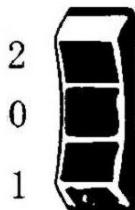

fig. 1
4.4. Réglage de la température. La température désirée peut être réglée avec l'interrupteur (fig. 1). La température idéale doit d'abord être vérifiée en effectuant un test. Vous devriez donc commencer par un réglage à basse température. Les températures spécifiées dans les exemples illustrés d'utilisation sont des valeurs recommandées qui peuvent varier en fonction des propriétés de la pièce à usiner. La distance entre la buse et la pièce dépend du matériau à traiter.